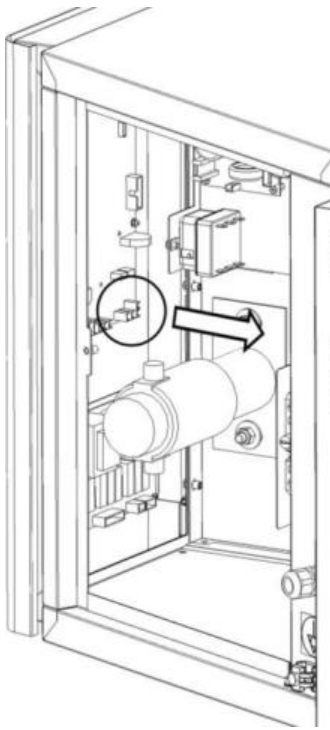

Рис. 12A
3. Отсоедините электрические соединения от основной панели (рис. 12A).